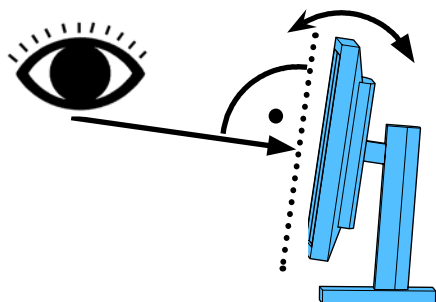
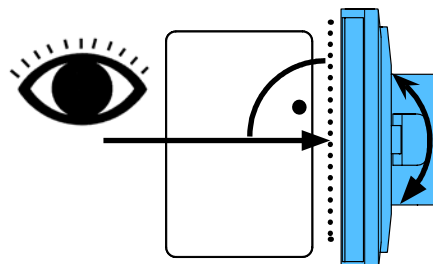

图8
图9
- ⇒ 对准显示屏 (倾斜、使用支架旋转)，使观察方向与显示屏的所有平面成直角 (图8/ 图9)。